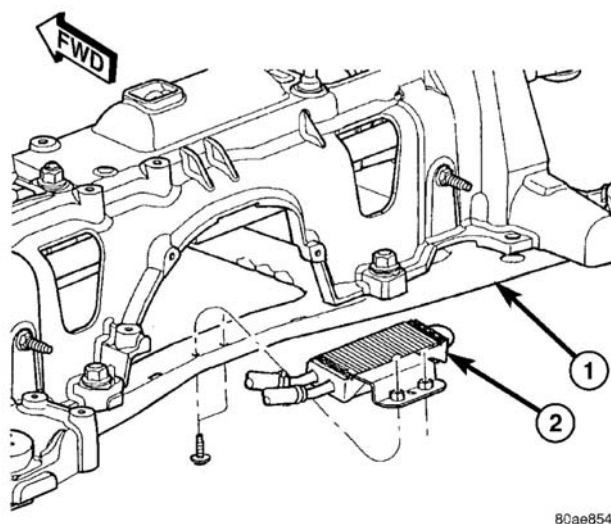

图 23 动力转向液冷却器
（8）拆下将动力转向液冷却器固定到托架横梁加强件上的 2 个螺栓（图 23）。
（9）拆下将动力转向液冷却器固定到托架横梁加强件上的 2 个螺栓（图 23）。
(6) 在动力转向机口处将回流软管螺母拧紧至31 N·m (275 in. lbs.)扭矩。
(7) 将动力转向液冷却器安装到悬架托架横梁加强件上（图23）。安装固定螺栓，并拧紧到11 N·m (100 in. lbs.)。
(7) 将动力转向液冷却器安装到悬架托架横梁加强件上（图23）。安装固定螺栓，并拧紧到11 N·m (100 in. lbs.)。在安装固定螺栓时，包括压力管路敷设夹。
(8) 在动力转向机口处将回流软管螺母拧紧至31 N·m (275 in. lbs.)扭矩。
(9) 安装前排放物蒸发炭罐。（参见25—排放控制/蒸发排放物/蒸发炭罐—安装）
(10) 降下车辆。